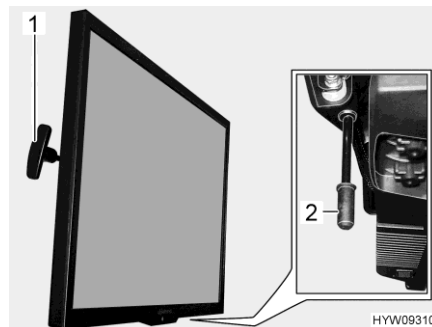

Fig. 97 Schermo piatto
- Tirare la maniglia (Fig. 97,1) e tenerla in posizione. Lo schermo piatto è sbloccato.
- Tirare la maniglia (Fig. 97,2) verso il basso e tenerla in posizione. Lo schermo piatto è sbloccato.